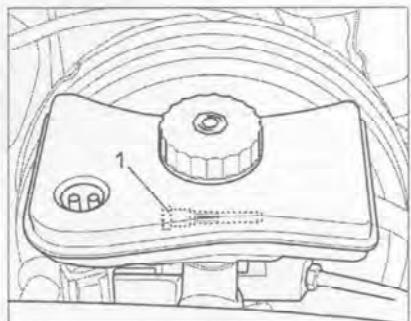

Рис. 7.317. Отверните болты (1) бачка тормозной жидкости.
7. Отверните болты (1) бачка тормозной жидкости (рис. 7.317).
22. Затяните болты (1) бачка тормозной жидкости (рис. 7.317). Момент затяжки: 9 Нм.